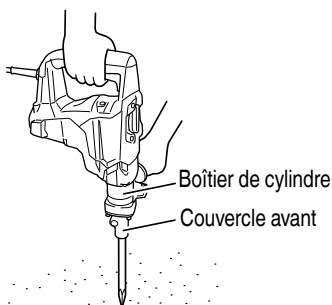

Fig. 5
2. Comment buriner ou démanteler (Fig. 5)